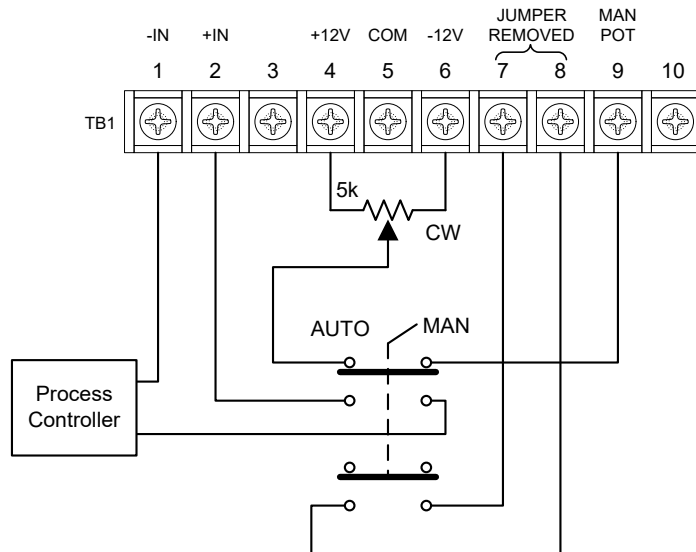

Figure 4.4 Commande automatique/manuelle avec un contrôleur et un potentiomètre distant
Avec l'alimentation du PF1 coupée, connectez l'interrupteur, le potentiomètre et le contrôleur comme indiqué à la figure 4.4 et retirez le cavalier des bornes TB1-7 et TB1-8. Installez l'interrupteur **AUTO/MAN** à proximité du potentiomètre manuel à distance. Remarquez que la position entièrement horaire (CW) du potentiomètre correspond à la sortie de puissance maximale.